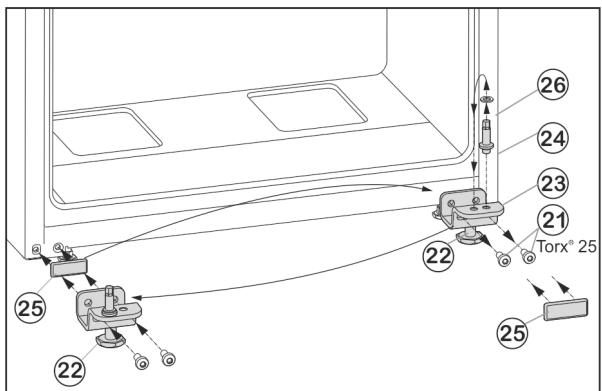

Fig. 9
- Відкрутіть гвинти кріплення Fig. 9 (21).
- Зніміть нижній опорний кронштейн Fig. 9 (23) разом із гвинтом Fig. 9 (24), шайбою Fig. 9 (26) та установочною ніжкою Fig. 9 (22).
- Відкрутіть гвинт Fig. 9 (24) разом із шайбою Fig. 9 (26), переставте їх у протилежний отвір опорного кронштейна та знову закрутіть.
- Обережно зніміть кришку Fig. 9 (25) і переставте її на протилежний бік.
- Знову прикрутіть нижній опорний кронштейн Fig. 9 (23) разом із гвинтом Fig. 9 (24), шайбою Fig. 9 (26) та установочною ніжкою Fig. 9 (22) на новий бік шарніра (з моментом 4 Нм), у разі необхідності скористайтеся пристроєм для електричного закручування гвинтів.
- Встановіть дверцята зверху на опорний гвинт Fig. 9 (24).
- Викрутіть установочну ніжку Fig. 9 (22) на нижньому опорному кронштейні Fig. 9 (23), доки він не буде опирається на підлогу.